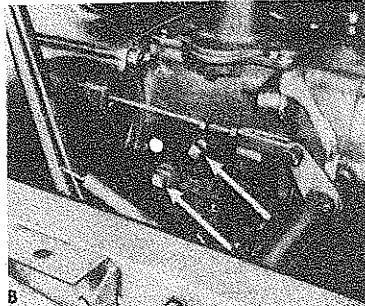

Fig. 12
- g. Kontroller oliestanden i gearkassen og fyld op, hvis det er nødvendigt. Olien skal nå til påfyldningshullets kant. (fig. 12)
- a. Skift olien i gearkassen, (se fig.12), (bør gøres umiddelbart efter længere tids kørsel, så olien er varm).